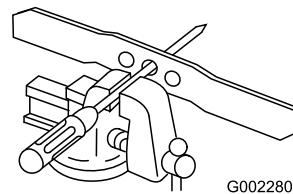

Figure 30
1. Vérifiez l'équilibre de la lame en enfilant le trou central sur un clou ou la tige d'un tournevis serré horizontalement dans un étai (Figure 30).